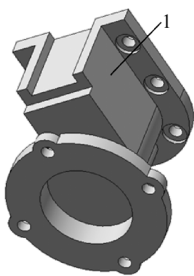

图 7-105 创建底孔
2) 创建底孔 (切除拉伸 5 特征)。单击“特征”控制面板中的 $\text{Ⓢ}$  (拉伸切除) 按钮, 或选择菜单栏中的“插入”→“切除”→“拉伸”命令, 在弹出的“切除-拉伸”属性管理器中设置切除深度为 8, 然后单击 $\checkmark$  (确定) 按钮, 效果如图 7-105 所示。
1) 设置基准面。单击图 7-105 中所示的侧面 1, 然后单击“标准视图”工具栏中的 $\text{⬇}$  (正视于) 按钮, 将该表面作为绘图基准面。